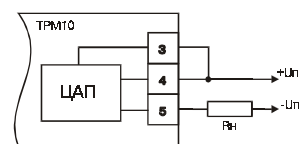

Рис. 11
3.1.4.3. Аналоговый выход представляет собой формирователь токовой петли 4-20 мА на активной нагрузке 0... 1000 Ом (см. рис. 11) и, как правило, используется для управления электронными регуляторами мощности. Аналоговый выход имеет гальваническую развязку от схемы прибора. Для работы аналогового выхода используется внешний источник постоянного напряжения, номинальное значение которого определяется следующим образом: